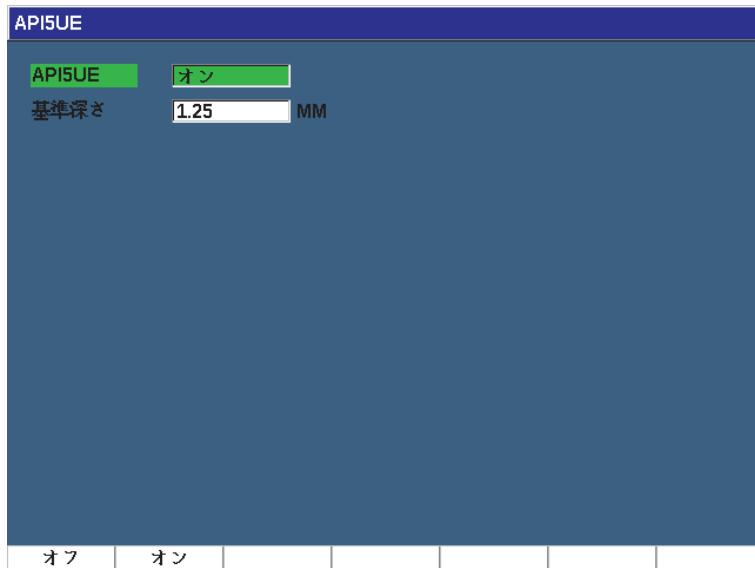

図 11-22 波形平均化オプションの設定
2. API5UE メニューで、API5UE = オンを選択します（272 ページの図 11-22 参照）。